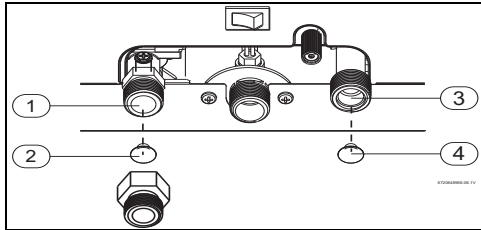

Fig. 14 Substituir los filtros
- ▶ Retire el filtro de gas (→Fig. 14, [2]);
- ▶ Retire el filtro de agua (→Fig. 14, [4]);